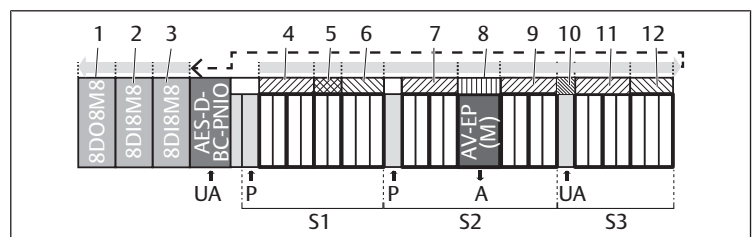

Abb. 9: Nummerierung der Slots in einem Ventilsystem mit E/A-Modulen
Die Nummerierung der Slots beginnt rechts neben dem Buskoppler (AES-D-BC-PNIO) im Ventilbereich mit der ersten Ventiltreiberplatine und geht bis zur letzten Ventiltreiberplatine am rechten Ende der Ventileinheit (Slot 1-9 → Abb. 9). Überbrückungsplatinen bleiben unberücksichtigt. Einspeiseplatinen und UA-OFF-Überwachungsplatinen belegen einen Slot (Slot 7 → Abb. 9).
Die Nummerierung wird im E/A-Bereich (Slot 10-12 → Abb. 9) fortgesetzt. Dort wird vom Buskoppler ausgehend nach links bis zum linken Ende weiter nummeriert.
Im Beispiel ist ein Ventilsystem mit folgenden Eigenschaften dargestellt. Siehe → Abb. 9.
**i** Die in diesem Kapitel beschriebene Konfiguration bezieht sich auf das Beispiel → Abb. 9.